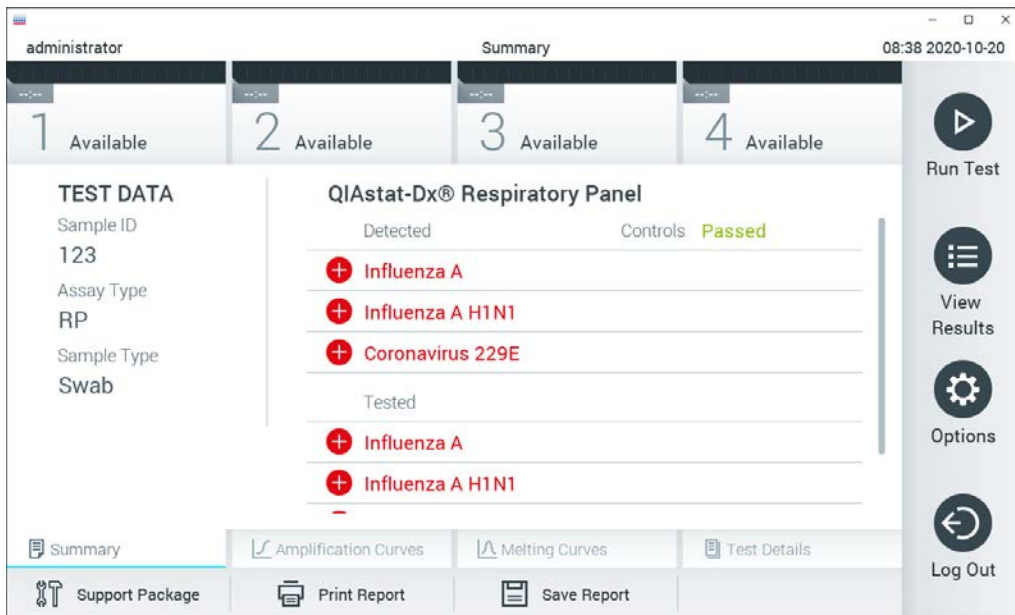

Abbildung 30: Bildschirm Summary (Zusammenfassung) der Ergebnisse
11. Nachdem die QIAstat-Dx Assay-Kartusche ausgeworfen wurde, erscheint der Bildschirm Summary (Zusammenfassung) der Ergebnisse (Abbildung 30). Weitere Informationen finden Sie in Abschnitt 5.5.